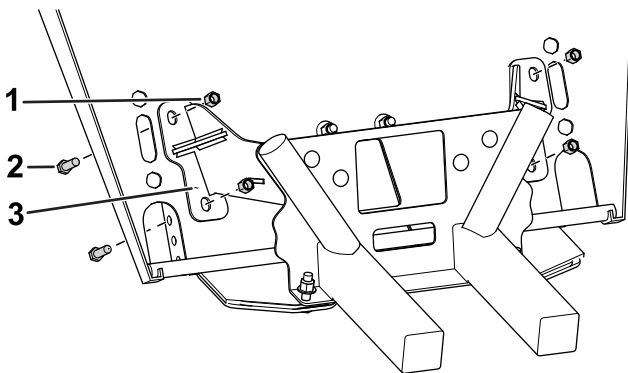

**Bild 2**
Distanzstücke, um die Halterungen lose am Fahrzeugrahmen zu befestigen (Bild 2).
**Hinweis:** Bild 2 zeigt das komplette Distanzstück, der in diesem Kit enthalten ist. Verwenden Sie den passenden Satz Distanzstücke für Ihr Fahrzeug.